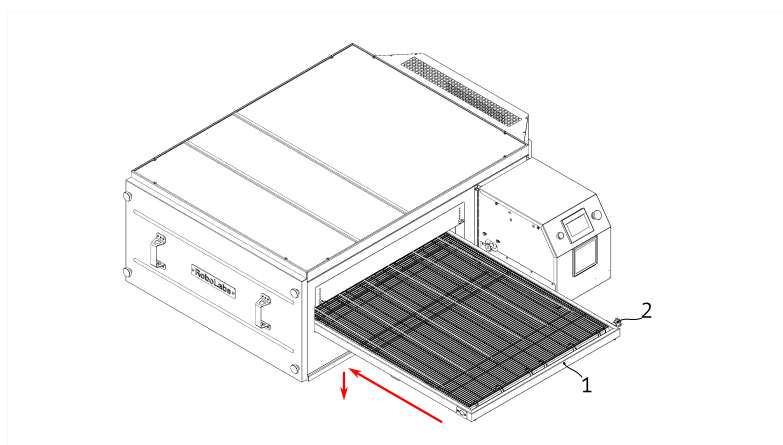

Рисунок 5
4. Установите конвейер (1) в корпус печи, обратите внимание на положение звёздочки (2) приводного вала конвейера, см. Рис. 5.